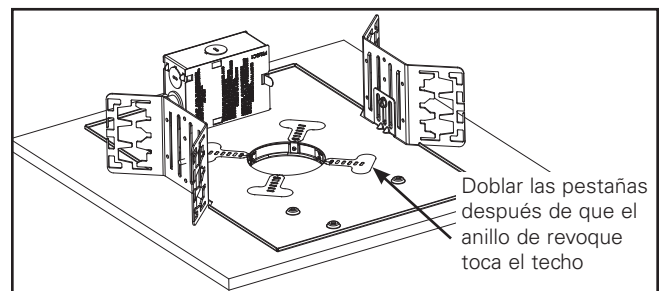

Figura 3.
8. Empuje el anillo de revoque contra el techo. Doble las pestañas como se muestra en la figura 3.